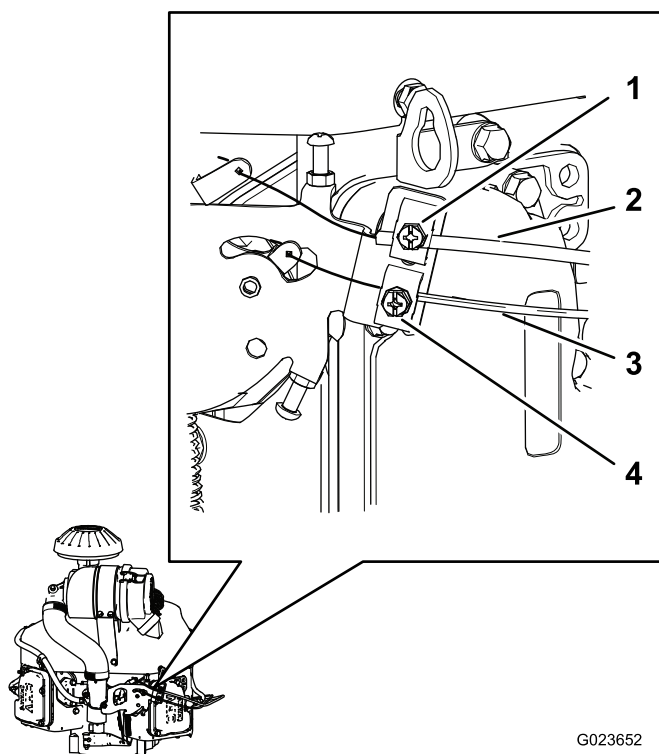

図 66
1. スロットルケーブルのハウジングをエンジンに固定しているクランプのネジをゆるめる(図 66)。
3. スロットルケーブルのハウジング(図 66)を引いてスロットルケーブルのたるみをほとんどゼロにし、その状態でクランプねじを締めつける。
1. チョークケーブルのハウジングをエンジンに固定しているクランプねじをゆるめる(図 66)。
4. チョークケーブルのハウジング(図 66)を引いてチョークケーブルのたるみをほとんどゼロにし、その状態でクランプねじを締めつける。